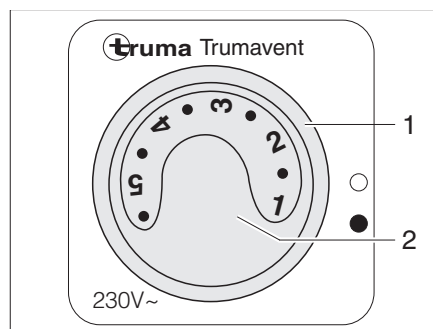

Fig. 109 Conmutador de mando para ventilador de circulación de aire (230 V)
- Poner el interruptor giratorio (Fig. 109,1) en "●".
- Ajustar la potencia deseada del ventilador de circulación de aire con el botón giratorio (Fig. 109,2).
- Poner el interruptor giratorio (Fig. 109,1) en "O".